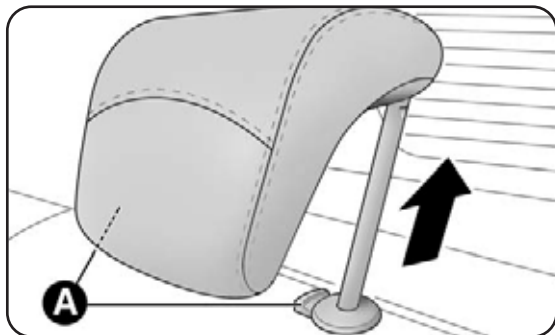

fig. 64
- solleva gli poggiatesta fino all'altezza massima, premi entrambi i pulsanti A-fig. 64 a lato dei due sostegni, quindi rimuovi gli appoggiatesta sfilandoli verso l'alto;